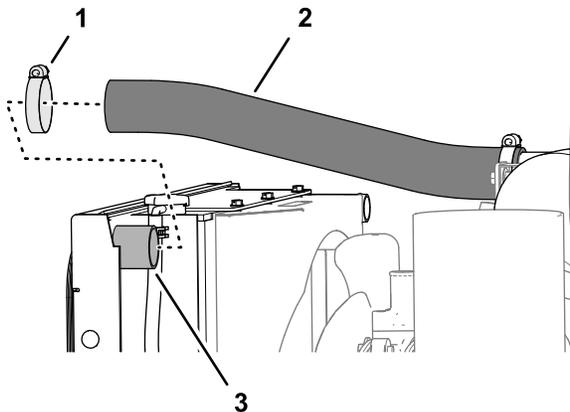

図 40
1. エアインテークホースをラジエター上部の出口に取り付ける **図 40**。